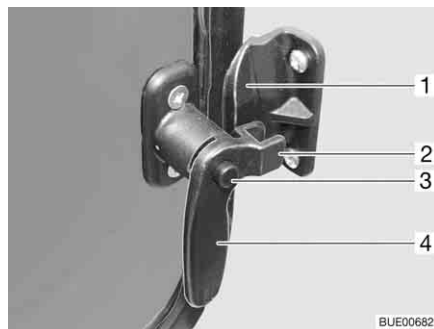

Bild 29 Fenster in der Eingangstür, Verriegelungshebel geschlossen
- Den Sicherungsknopf (Bild 29,3) drücken und gedrückt halten.
- Den Verriegelungshebel (Bild 29,4) zur Fenstermitte hin drehen.
- Den Verriegelungshebel (Bild 29,4) zum Fensterrahmen hin drehen. Die Gabel (Bild 29,2) am Verriegelungshebel liegt komplett auf der Innenseite der Fensterverriegelung (Bild 29,1).